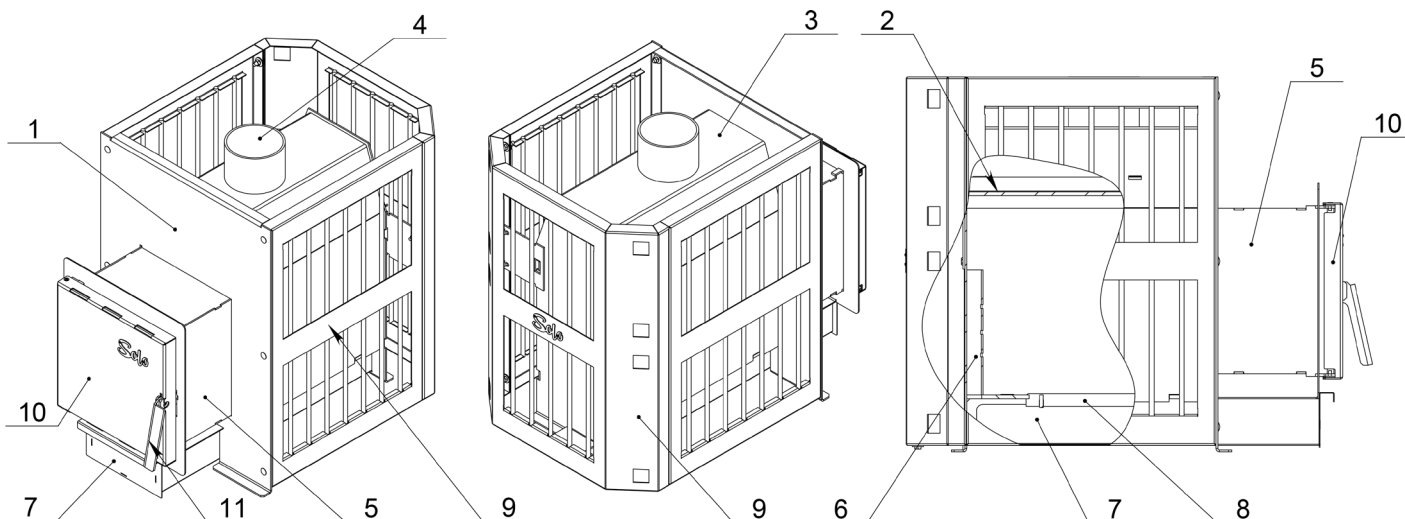
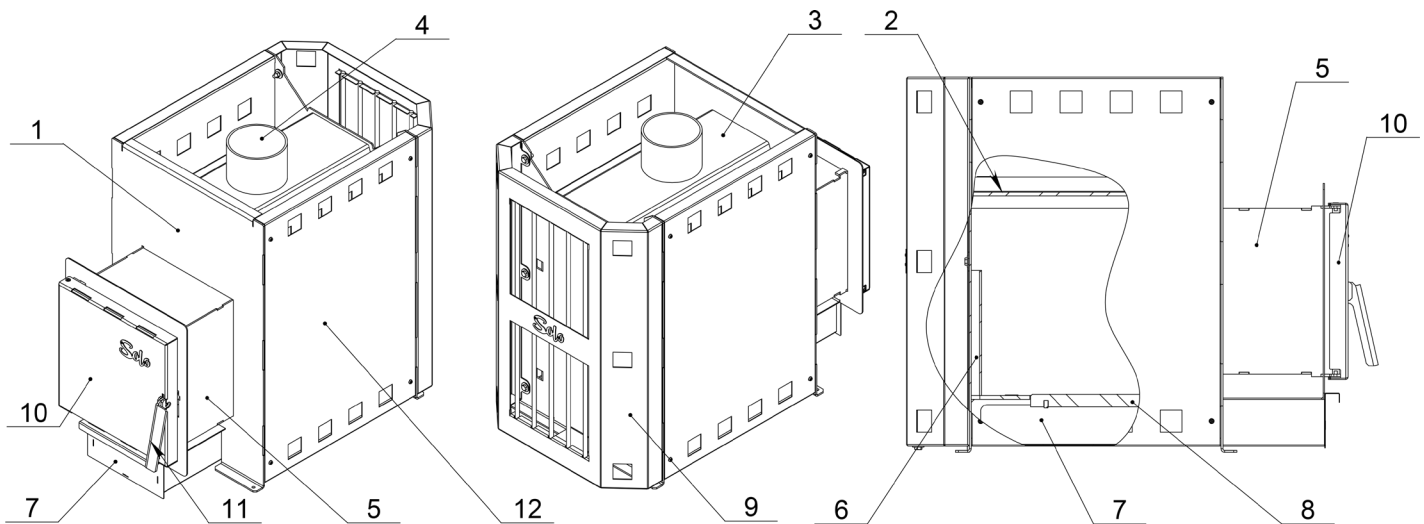

Рис. 1.1 Устройство печи **SOLO(S)**
Рис. 1.2 Устройство печи **SOLO-K(S)**
Конструкция печи состоит из следующих узлов: топка, съемные экраны-сетки (рис.1.1, 1.2 поз.9), удлиненный топливный канал (рис.1.1, 1.2 поз.5), загрузочная дверца (рис.1.1, 1.2 поз.10), сегментный (наборный) колосник (рис.1.1, 1.2 поз.8) и выдвижной зольный ящик (рис.1.1, 1.2 поз.7).
В случае конвекционной версии, печь оснащается конвекционными панелями (рис.1.2 поз.12) и вентилируемой каменкой (рис.1.2 поз.3).
В верхней части камеры сгорания расположен горизонтальный отбойник пламени (рис.1.1, 1.2 поз.2), который направляет газопламенный поток в область вторичного дожигания, а затем в дымовой коллектор для более интенсивного прогрева камней. Размер камеры позволяет полностью обеспечить сгорание летучих углеводородов, выделяющихся при горении дров в размере 35-56 % от общего весового состава топлива.
Печь оснащена удлиненным топливным каналом (рис. 1.1, 1.2 поз.5), что позволяет топить ее из смежного помещения. Печь комплектуются обычной дверцей и дверцей с жаропрочным стеклом (S). Дверца с жаропрочным стеклом, создает отличную обзорность горящего в топке пламени.
Вокруг камеры печи расположены съемные экраны-сетки (рис.1.1 поз.9), вмещающие в себя массу камней до 100 кг. Экраны окрашены термостойкой кремнийорганической краской, что защищает их от агрессивных факторов внешней среды. Равномерный зазор между топкой и ребрами сеток обеспечивает равномерное наполнение их камнями и, соответственно, одинаковый прогрев помещения со стороны печи. Конвекционная версия печи (**SOLO-K(S)**) в отличие от сетки, оснащена конвекционными боковыми панелями (рис.1.2 поз.12), ускоряющими прогрев парного помещения. На тыльной стороне конвекционной версии печи расположен экран-сетка (рис.1.2 поз.9), что дает возможность увеличить массу вмещаемых камней до 70 кг.
Печь оснащена выдвижным зольным ящиком (рис. 1.1, 1.2 поз.7), который позволяет регулировать процесс горения и освобождать печь от золы.
Выход дымохода (рис. 1.1, 1.2 поз.4) смещен в сторону загрузочной дверцы печи, что позволяет легко монтировать трубу дымохода, а также установить дополнительный бак для горячей воды емкостью до 60 литров.